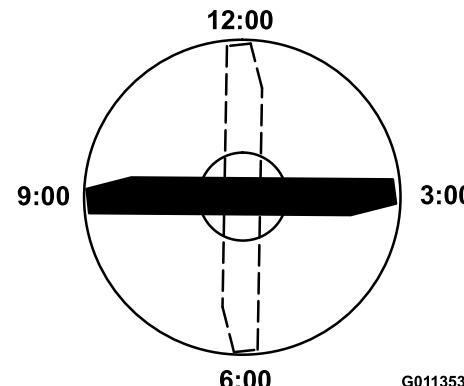

図 70
- ブレードの印の付いているほうの端部を12時の位置車両進行方向に向け、作業台の表面からブレードの切っ先までの高さを測定する 図 70。
- 印の付いている端部を3時の位置と9時の位置に向けてそれぞれ高さを測定する 図 70。